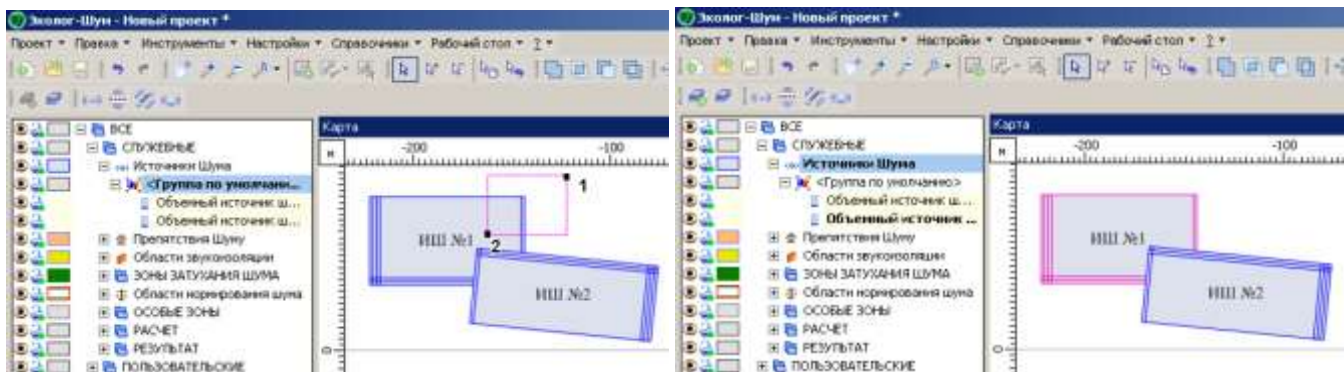

Рисунок 34. Выделение фигуры ИШ №1 справа налево
при указании прямоугольника выделения справа налево в выделение будут добавлены все фигуры, любая часть которых попала в область выделения. Нажмите на левую кнопку мыши чуть выше правого верхнего угла фигуры (1) и, удерживая кнопку мыши, перемещайте курсор вверх налево. При этом на экране появится прямоугольник, нарисованный пунктирной линией. Затем отпустите кнопку мыши (2). Желаемая фигура изменит цвет контура – это означает, что она выделена (Рисунок 34).